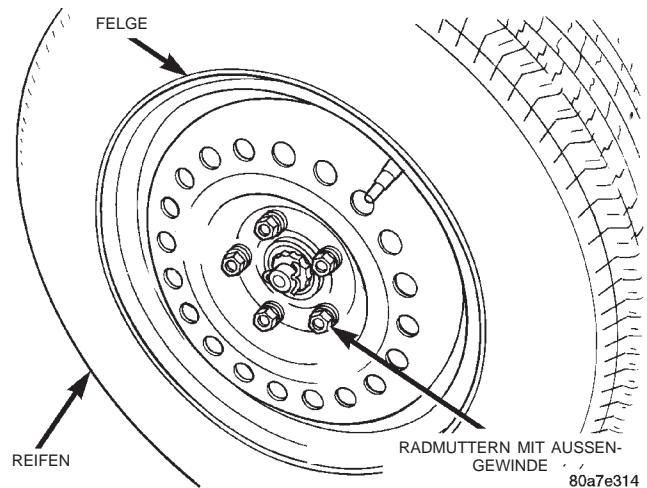

Abb. 14 Radmuttern
(2) Die Radzierblende fassen, in gerader Linie von der Felge wegziehen und von der Felge abnehmen.
(3) Die Radmutter von den Radbolzen lösen (Abb. 14).
(4) Das Rad von der Nabe abbauen.